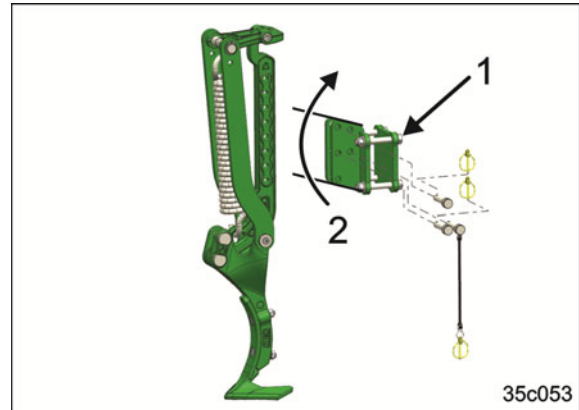

Рис. 120
5. Извлеките крепежные винты крепления следорыхлителя (Рис. 120/1).
6. Поверните крепление следорыхлителя вверх (Рис. 120/2).
7. Установите и затяните крепежные винты крепления следорыхлителя (Рис. 120/1).